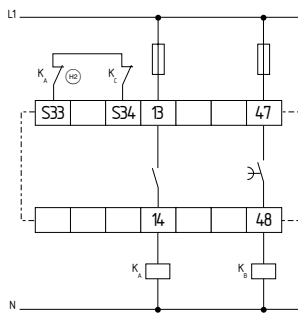

Fig. 18
**Commande à 1 canal avec boucle de retour (Fig. 18)**